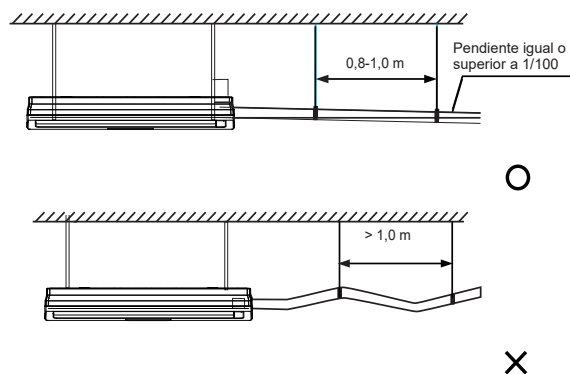

Figura 22
4. Con el fin de evitar el flujo de agua hacia el interior del aire acondicionado cuando el funcionamiento se detiene, durante la instalación, asegúrese de que la tubería de descarga de agua descienda hacia abajo hacia el exterior (lado de drenaje) en una pendiente de más de 1/100. Asegúrese de que la tubería de descarga de agua no se hinche o almacene agua, de lo contrario hará sonidos inusuales. Vea la Figura 22.
5. Cuando conecte la tubería de descarga de agua, no utilice la fuerza para tirar de las tuberías para evitar que las conexiones de las tuberías de succión de agua se aflojen. Al mismo tiempo, establezca un punto de soporte cada 0,8 ~1 m para evitar que las tuberías de descarga de agua se doblen. Vea la Figura 22.